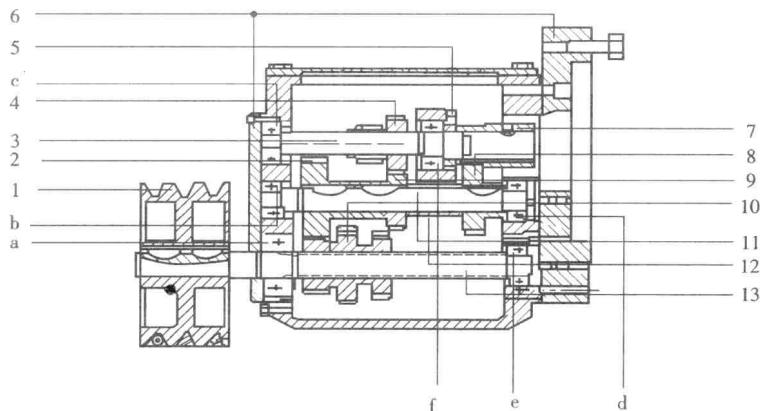

图 1.1 变速箱装配图
本任务是修理如图 1.1 所示的变速箱。
1. 变速箱的拆卸(见图 1.1)
①用内六角扳手，拧下变速机构四角的内六角螺钉；用两个螺丝刀在锥销旁边插入并轻轻
①将更换、清洗过的轴 11 配半圆键,半圆键配好后,按图纸分别将齿轮 2、9、8 及隔套 12 装上(对于有阻滞的齿轮,可采用透光法确定修理的部位,修整达到要求后再装配),装配时可用铜棒轻轻敲击齿轮至图示位置。达到要求后,将齿轮拆卸等待装配。
②将双联齿轮 4 装在花键轴 3 上,要求齿轮在轴上滑动自如,否则用透光法修整齿轮 4,直至达到要求。
③将三联齿轮 10 装在轴 13 上,要求齿轮在轴上滑动自如,否则用透光法修整齿轮 10,直至达到要求。按上述①配皮带轮半圆键至要求。
④分别将轴承 a、b 内孔涂油,并将轴承压入图示位置(装轴承 a 时,先把密封端盖装上后再装轴承)。
⑤将两端盖 6 及顶盖打青稞纸纸垫备用。
①按图 1.1 所示,将左右两端盖 6 及纸垫涂密封胶。取轴 11 组件涂油,压入半圆键(用肉眼看半圆键顶面应该平行轴线),从箱体孔插入,依次装上齿轮 2(凸出肩面背对皮带轮方向)、齿轮 9(凸出肩面对着皮带轮方向)、隔套 12、齿轮 8(凸出肩面背对皮带轮方向)、垫圈,用套管压入轴承 d。(装配中,轴会窜动,将铜棒的一端靠在轴端,另一端靠在固定物上,这样轴就不会窜动)
②将皮带轮轴 13 组件涂油,从皮带轮方向插入箱体,同时装上三联齿轮(小齿轮面向皮带轮方向),铜棒的一端靠在轴 13 端面,另一端靠在固定物上,用套管压入轴承 e。
③把电机接合轴上的两个轴承涂油后压入箱体,把定位圈压入箱体并用螺丝刀将其固定,取压板涂密封胶,将青稞纸粘上,装上定位压板(皮带轮方向)。
④将花键轴 3 组件涂油,分别将轴承 c、f 及挡圈 5 压入箱体,挡圈 5 用锥端紧定螺钉固定。轴从电机孔中插入,同时装上轴用挡圈、双联齿轮(小齿轮面向皮带轮方向)。在压入轴的过程中,轴承 c 可能窜出箱体,此时可用冲子将轴承复位;将轴承 f 用套管顶在内圈上,另一端靠在固定物后面,继续压入,此时挡圈随着轴逐渐向前移动至槽中。将箱体端面(皮带轮方向)涂密封胶,装上端盖 6,并用螺钉固定后,用冲子分别敲击轴承 d、e,以确保轴承 a、b 完全靠在端盖 6 的端面上。将箱体端面(电机方向)涂密封胶,将轴承 d、e 调整端盖装入孔中。将端盖 6 用锥销定位,并用内六角螺钉固定在箱体上,用螺丝刀调整螺钉,使轴 11、13 活动自如且感觉没有间隙,否则用铜棒敲击轴的两端直至达到要求。装上平端紧定螺钉并拧紧。用手分别转动每根轴,应转动自如。
⑤装电机时,可将电机竖起,把变速箱扣在电机上,用螺丝刀扳动结合子,同时将变速箱摆正,在自重的作用下复位,用呆扳手拧紧螺钉。
⑥将皮带轮内孔涂油,将两个半圆键压入键槽。将皮带轮压入轴上,用轴用挡圈钳子装上挡圈。
⑦装上拨叉组件,并用呆扳手将拨叉防松螺母拧紧,再将导向轴防松螺母拧紧,装上顶盖,完成变速箱装配。
⑧将三角带套在电机上,两边均匀用力抬起变速箱向床身内送,对面可用撬杠撬起至其预定位置。用呆板手将螺钉 15、16 拧紧。把双头螺柱 14 拧至床身联接件螺纹孔中,装三条三角带,调节双头螺柱 14 下面的两个螺母至要求。(可用撬杠撬起变速箱调整三角带)拧紧双头螺柱 14 上面锁紧螺母,把变速箱固定在床身上。